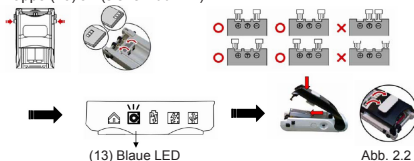

Abb. 2.2
Stellen Sie die Federkontakte nach oben ein, indem Sie beide Seiten der Entsperrtaste für die Winkeleinstellung (4) drücken. Stellen Sie Kontakt mit den Ladekontakten des Akkus her, bis die blaue LED (13) leuchtet, dann klemmen Sie den Akku mit der Klappe (10) an (siehe Abb. 2.2).